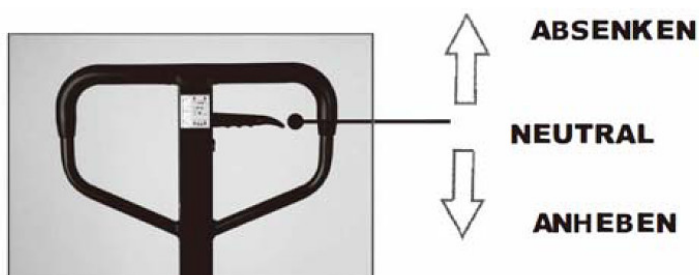

Abb.4-2: Steuerhebel
- Steuerhebel (Abb.4-2) auf Position 'Absenken' stellen und die Deichsel etwas nach vorne neigen.
- Sicherungstift (D) entfernen.
- ➔ Steuerhebel (Abb.4-2) auf Position 'Absenken' stellen.
- ➔ Steuerhebel (Abb.4-2) in die untere Stellung drücken, der Hebel rastet ein.
- ➔ Um die Gabel abzusenken, den Steuerhebel (Abb.4-2) in die obere Stellung ziehen und festhalten. Die Gabel senkt sich ab. Darauf achten, dass sich kein Fuß bzw. Hand unter dem Palettenhubwagen befindet.